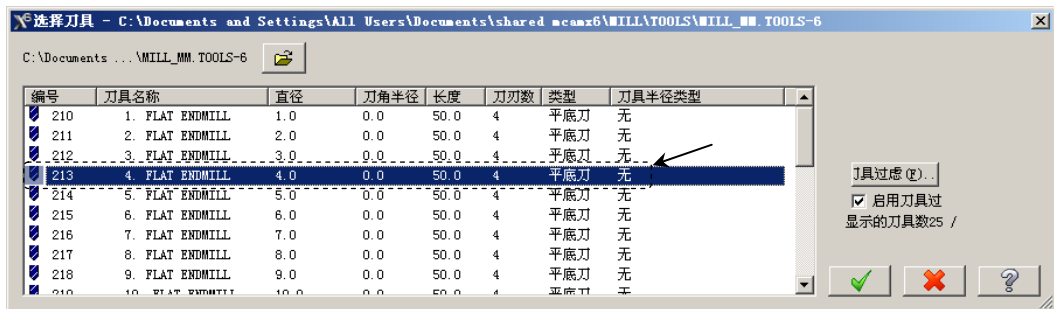

图 9.21 “选择刀具”对话框
Step4. 确定刀具类型。在“曲面残料粗加工”对话框中, 单击 **刀具过滤** 按钮, 系统弹出“刀具过滤列表设置”对话框。单击 **刀具类型** 区域中的 **全关 (X)** 按钮后, 在刀具类型按钮群中单击  (平底刀) 按钮。单击  按钮, 关闭“刀具过滤列表设置”对话框, 系统返回至“曲面残料粗加工”对话框。
Step5. 选择刀具。在“曲面残料粗加工”对话框中, 单击 **选择刀具...** 按钮, 系统弹出图 9.21 所示的“选择刀具”对话框, 在该对话框的列表框中选择图 9.21 所示的刀具。单击  按钮, 关闭“选择刀具”对话框, 系统返回至“曲面残料粗加工”对话框。
Step4. 选择刀具。在“曲面精加工环绕等距”对话框中，单击  按钮，系统弹出图 9.26 所示的“选择刀具”对话框，在该对话框的列表框中选择图 9.21 所示的刀具。单击  按钮，关闭“选择刀具”对话框，系统返回至“曲面精加工环绕等距”对话框。